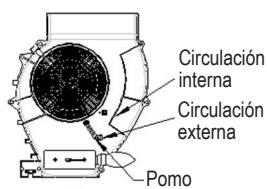

Fig. 4
- Ajustar la posición del pomo de control para seleccionar el tipo de humos de descarga (Fig. 4).